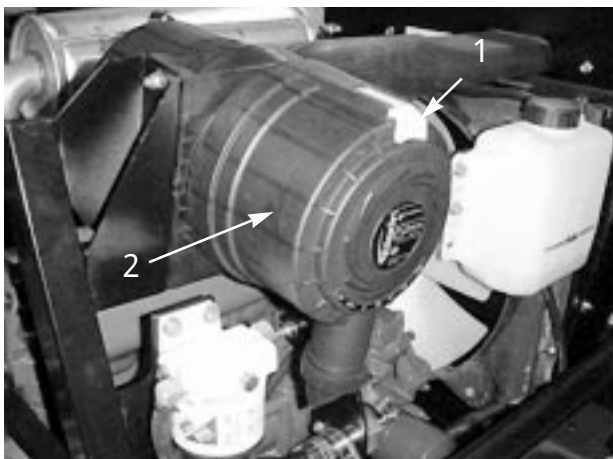

図 28
400 運転時間ごと、又はエアクリーナ・インジケータ (図 28) が赤に変わったら直ちに、フィルタの手入れを行ってください。フィルタの手入れを余り頻繁に行うのはよくありません。
- 1 . ラッチを外し、カバーを左にひねってボディーからはずし、カバー内部を清掃する (図 28) 。
8. インジケータ（図28）が赤になっている場合はリセットする。